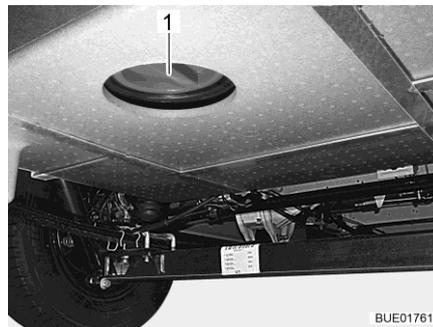

Fig. 185 Ouverture de nettoyage (réservoir d'eaux usées)
- Ouvrir l'ouverture de nettoyage (Fig. 185,1) du réservoir d'eaux usées et le robinet de vidange.